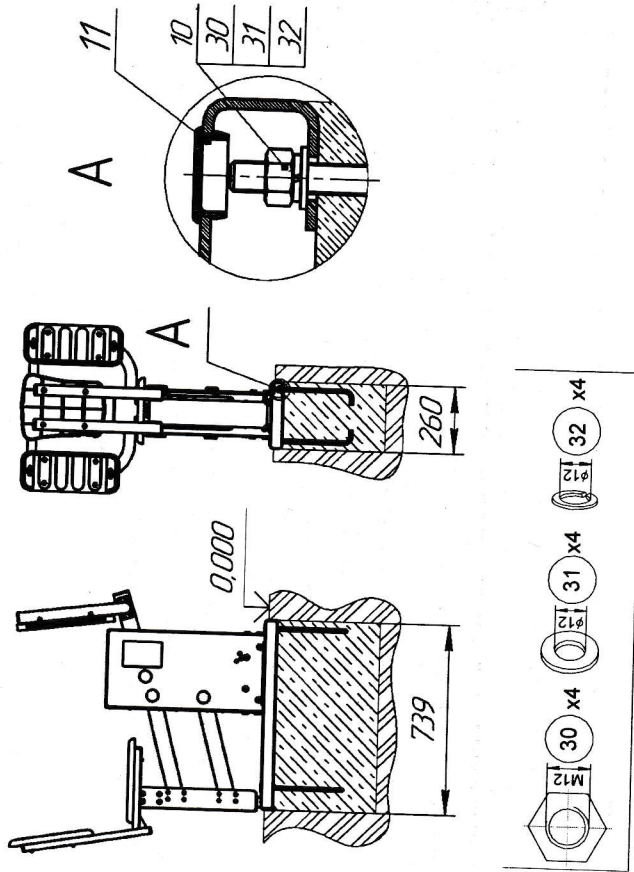

Рис.9
- 12.3.11 Убедиться в сухости и прочности залитого бетона. Установить тренажер на анкерные болты и закрепить с применением фиксатора резьбы, установить заглушки поз. 11 (рис.9).